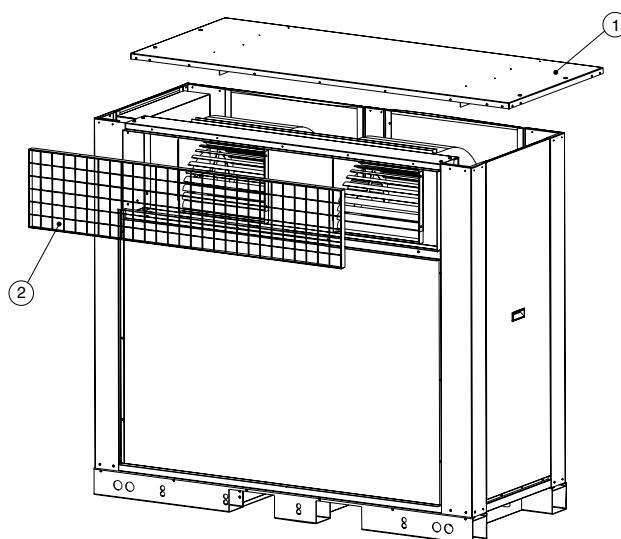

Fig. 1
- Desmontar y desechar el panel superior (1) y la rejilla (2)(fig.1).